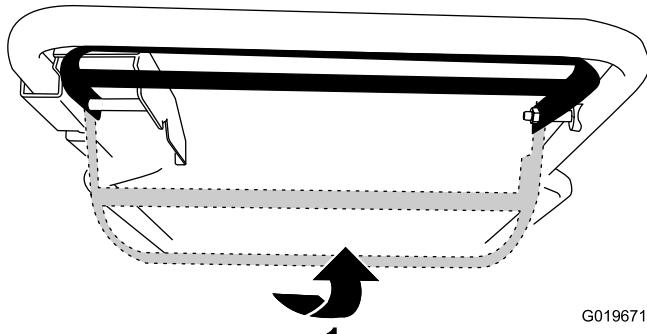

Figure 15
- Pour utiliser l'autopropulsion sans engager la lame : Serrez la barre de commande de la lame contre le guidon (Figure 15).